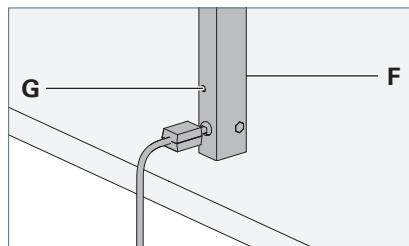

Fig. 6: Régler l'inclinaison du bras vertical.
- ▶ Assurez-vous à l'aide d'une clé à six pans creux que les vis **F** et **G** sont bien vissées dans le sens des aiguilles d'une montre, voir Fig. 6.